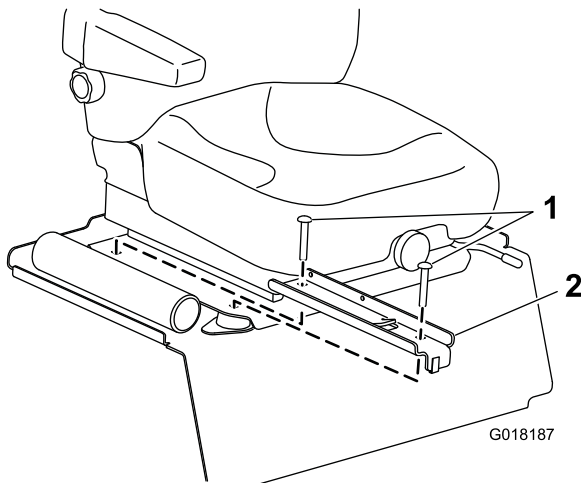

Figura 3
1. Introduzca el clip en el taladro delantero del soporte de montaje del alojamiento del joystick (Figura 3).
2. Instale el soporte de montaje del alojamiento del joystick en el lado derecho de la chapa del asiento (Figura 3) usando los pernos de cuello cuadrado más largos y las tuercas que se retiraron en el paso 3 de 2 Enrutado del arnés de cables del joystick (página 3).